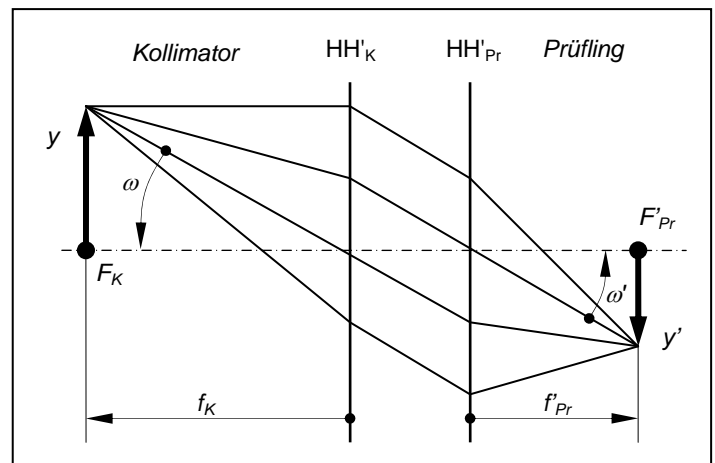

Abbildung 1 Brennweitenmessung
**Brennweitenmessung mit dem Kollimator:** Die nach unendlich abgebildete Messmarke des Kollimators ist ein Objekt im Unendlichen für das zu vermessende sammelnde optische System (Prüfling = Pr). Der Prüfling bildet diese Messmarke in seiner bildseitigen Brennebene ab (Abbildung 1). Die Lage des Bildes liefert aber nur die Lage des Brennpunktes  $F'_{Pr}$ . Die Größe der Brennweite ist nur aus dem Abbildungsmaßstab der Messmarke bestimmbar, wenn die Brennweite des Kollimators  $f'_{Pr} = -\beta' \cdot f_K$  bekannt ist.